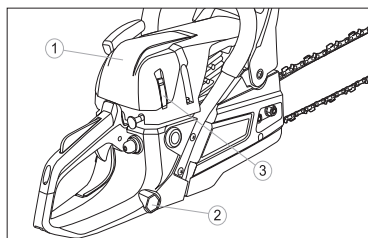

Рис. 24
1. Снимите крышку воздушного фильтра 1 (рис. 24), расстегнув защелки 3. Используйте отвертку и свечной ключ 2.